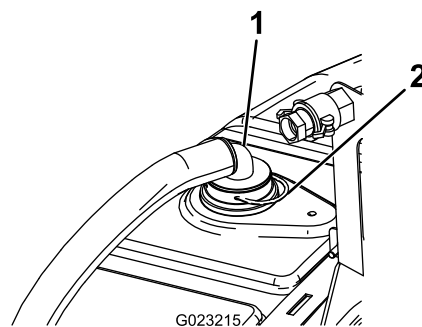

図 15
1. リテーナピンを使って、90°フィッティングのついたホースの端部を、先ほど取り付けたバルクヘッドに取り付ける 図 15。